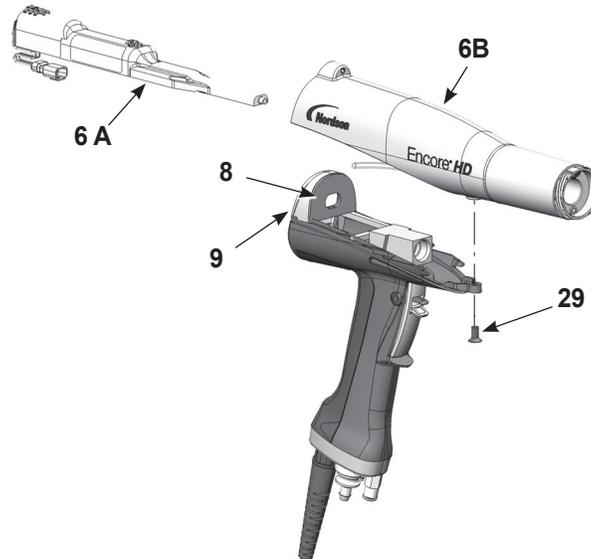

Abbildung 13 Netzteil aus dem Applikatorgehäuse entfernen
1. Siehe Abbildung 13. Das Netzteil (6A) aus dem Applikatorgehäuse (6B) herausschieben.
2. Die Dichtung (8) auf der Rückseite der Trennwand (9) überprüfen. Bei Beschädigung ersetzen. Die Dichtung ist mit Haftklebstoff am Schott befestigt.